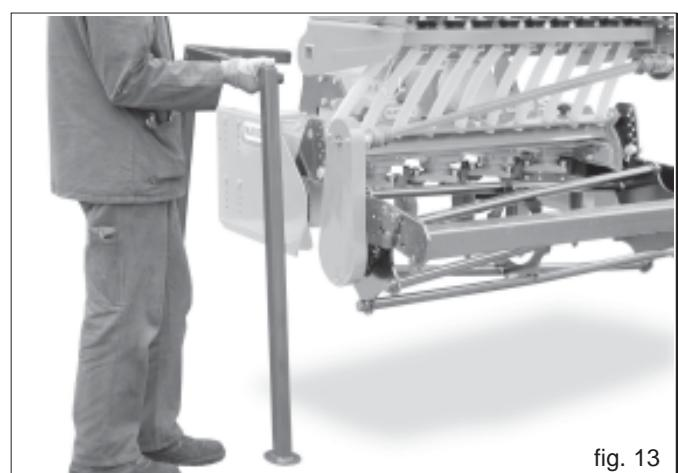

fig. 13
- 8) Die Stützbeine wieder abnehmen (Abb. 13).